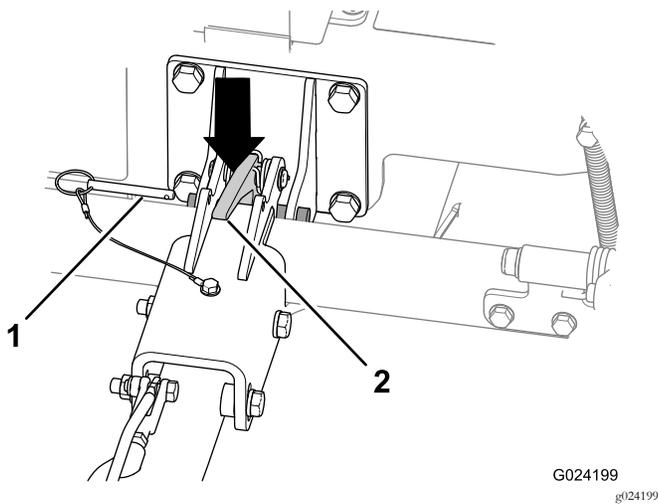

Figura 28
- A. Retire o pino de bloqueio (Figura 28).
- C. Empurre o trinco do engate para desengatar o engate (Figura 28).